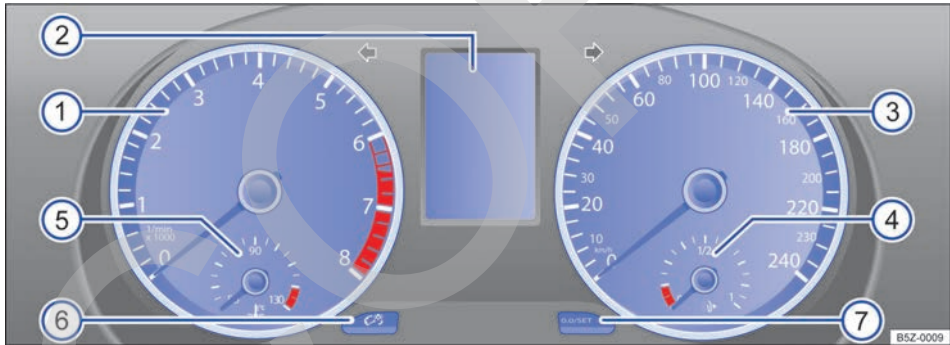

Fig. 9 Panel de instrumentos en el panel de instrumentos.
Significado de los instrumentos ⇒ fig. 9:
El indicador del intervalo de servicio aparece en el display del panel de instrumentos ⇒ **fig. 9 (2)**.